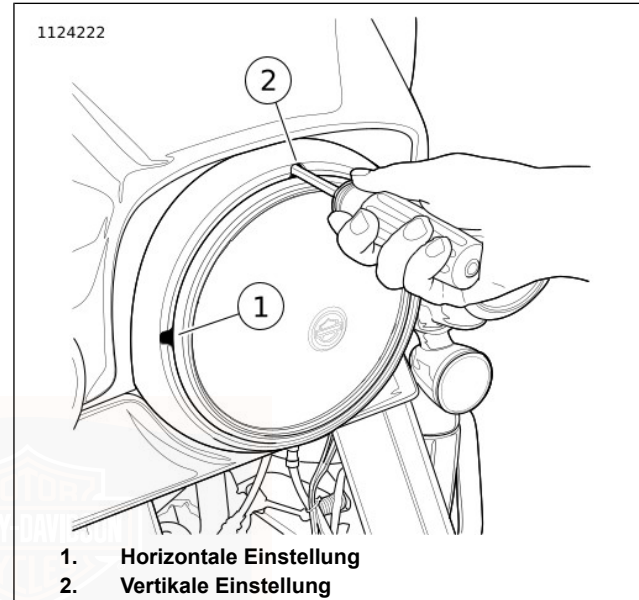
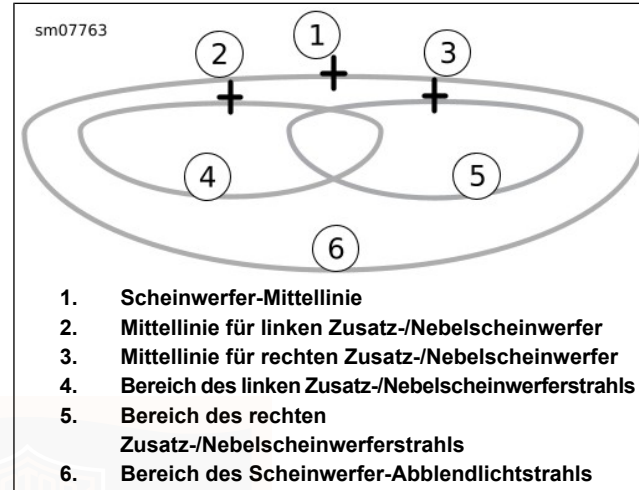

Abbildung 89. Scheinwerfereinstellschrauben: Alle außer rahmenbefestigte Verkleidung (typisch)
Abbildung 91. Scheinwerfer-Lichtmuster: LED-Typ mit Zusatz-/Nebelscheinwerfer
2. **Alle außer rahmenmontierte Verkleidung:** Siehe Abbildung 89. Einen 5/32-in-Kugelhkopf-Sechskantschlüssel in die Einstellöffnungen im Zierring stecken.
- a. **Horizontal:** Den Scheinwerferstrahl mit der Horizontaleinstellschraube (1) nach links und rechts verstellen.
- b. **Vertikal:** Den Scheinwerferstrahl mit der Vertikaleinstellschraube (2) nach oben und unten verstellen.
- c. Siehe Abbildung 91. Den Scheinwerferstrahl einstellen.
4. Siehe Abbildung 91. Die horizontalen und vertikalen Mittellinien (2, 3) der Zusatz-/Nebelscheinwerfer auf der Wand markieren.
8. **LED:** Den linken Zusatz-/Nebelscheinwerfer so einstellen, dass der gesamte hell beleuchtete Bereich (4) unter der Mittellinie liegt, wie in Abbildung 91 dargestellt.